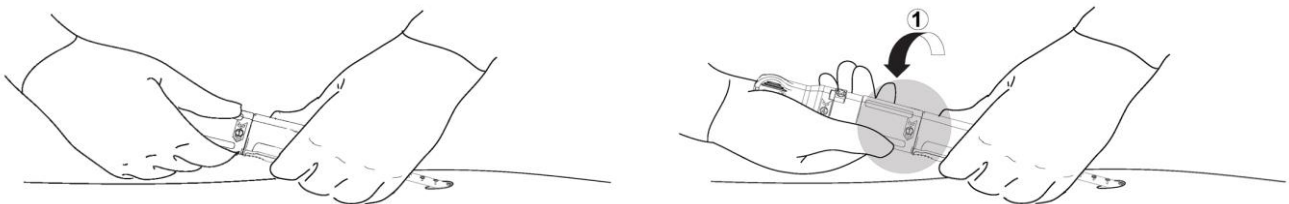

Figura 12. Passo 1 da atuação do Dispositivo de encerramento PerQseal+ (Remoção do implante da bainha).
Segure a extremidade distal da pega do Dispositivo de encerramento PerQseal+ (mais próximo do doente). Estabilize o dispositivo em posição, apoiando esta mão no doente, Figura 12.
- a. Coloque a mão no came da bainha, marcado com "1", e rode esta secção de prensão na direção indicada, 180°, para alinhar os pontos. Certifique-se de que a mão que segura a extremidade distal da pega permanece fixa e que a pega permanece imóvel durante esta rotação, Figura 12. O implante está agora exposto dentro da artéria.